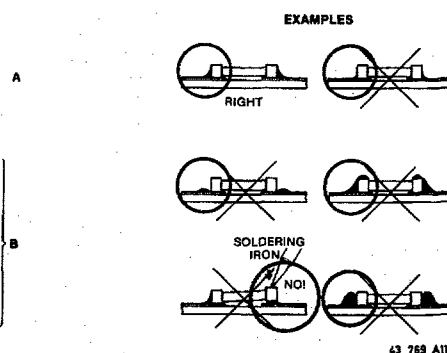

Fig. 8.3
- g. La quantità di materiale di apporto deve essere proporzionale alla superficie da saldare. Una quantità eccessiva può dar luogo alla screpolatura del chip od allo staccamento delle superfici saldate della piastra stampata (Fig. 8.3).